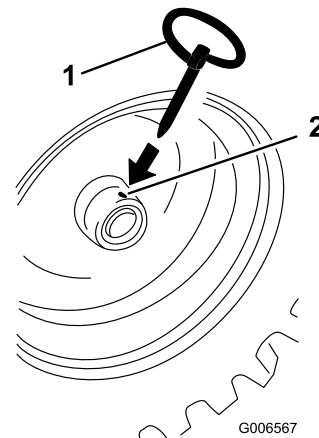

Bild 5
- Schieben Sie die Räder nach außen und setzen Sie einen Achszapfen durch das Loch in der Radnabe sowie durch das **äußere** Loch in der Achse (Bild 5).